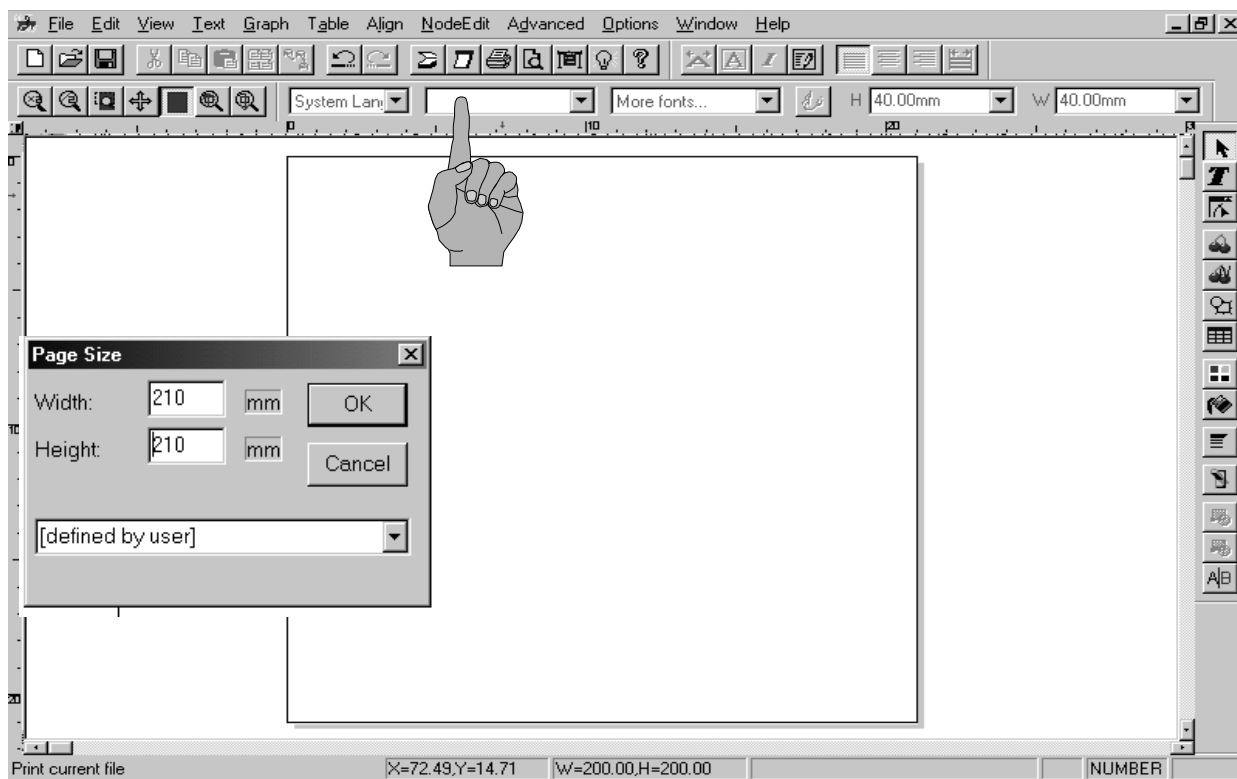
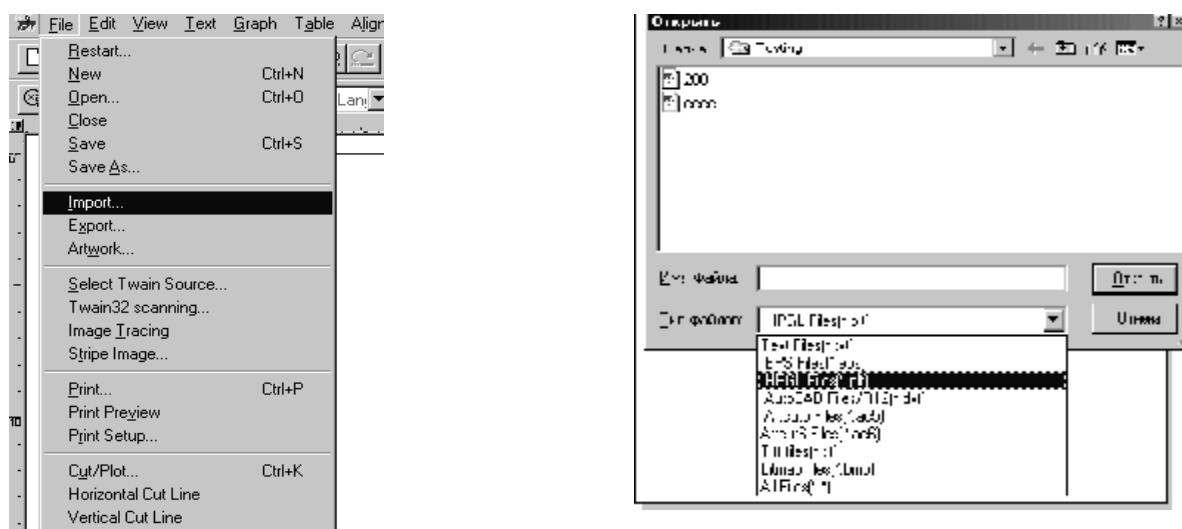

Рис. 1
Рис.2
2. После запуска программы «ArtCut», появится окно (см. рис.1).
3. Импорт файла (см. рис.2). Изображение должно находиться в пределах заданного рабочего поля, размер рабочего поля задаётся в окне “Page Size” нажатием клавиши “Canva Size”  (см. рис.1).